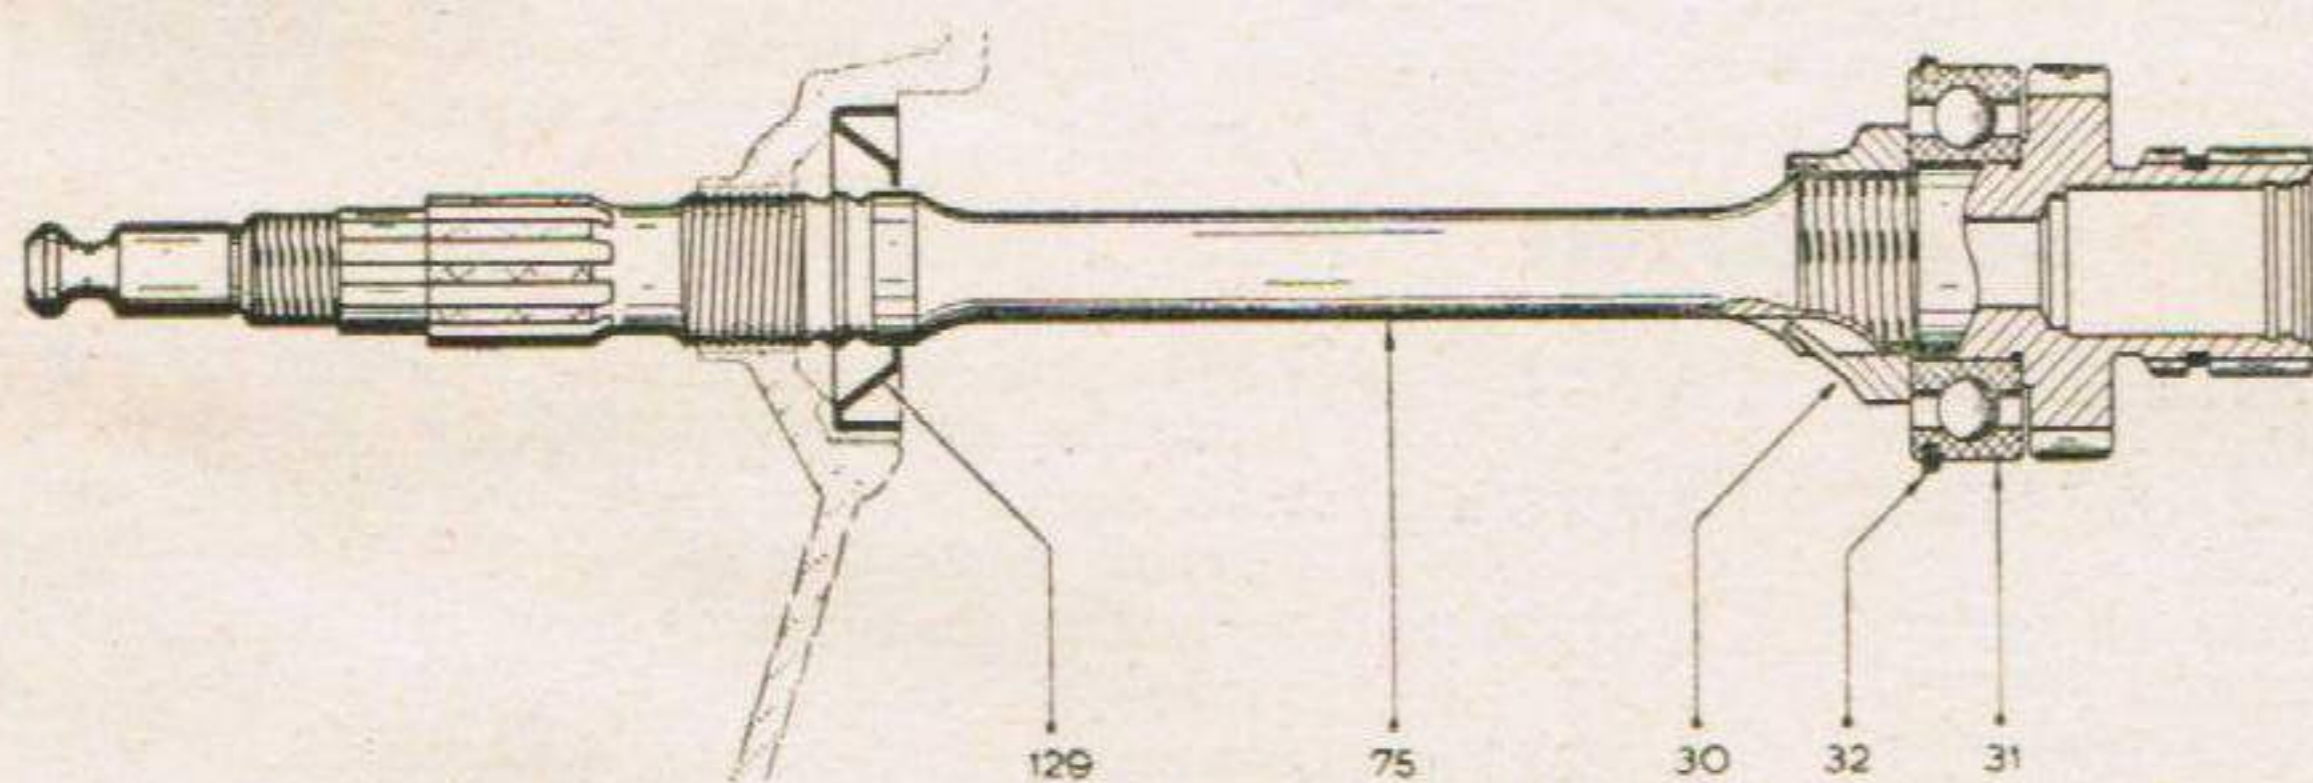

Fig. 31. — Arbre primaire sur AZ
• Dégager la fourchette tôle (108), les rondelles d'appui (107) et le ressort de rappel (109).
• Dégager l'ensemble support (110) et butée graphitée (111) du support.
• Chasser de son logement le roulement (29) (dans le cas des voitures A, AU et AZU) (planche X).
• Chasser de son logement la cuvette d'arrêt d'huile (129) (dans le cas des voitures AZ) (figure 31).
- Visser et serrer la vis d'arrêt (105) de l'axe.
- Monter le roulement (29). S'assurer qu'il est en appui dans le fond de son logement (voir planche X) sur voitures A, AU et AZU.
- Mettre en place, à la presse, la cuvette d'arrêt d'huile (129) (figure 31) sur voiture AZ.